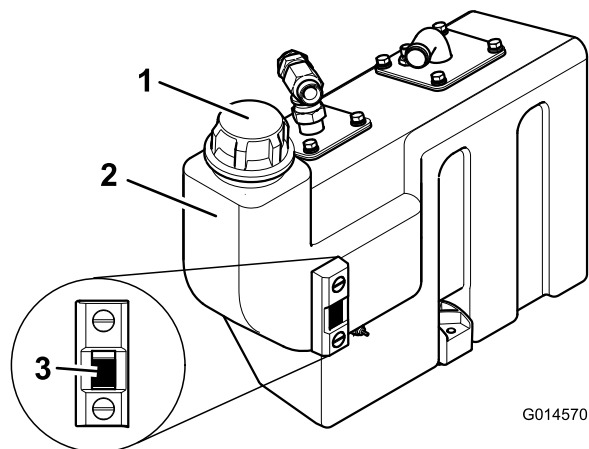

Figure 24
3. Si l'appoint d'huile hydraulique est nécessaire, nettoyez la surface autour du bouchon du réservoir hydraulique (Figure 24). Retirez le bouchon du réservoir.